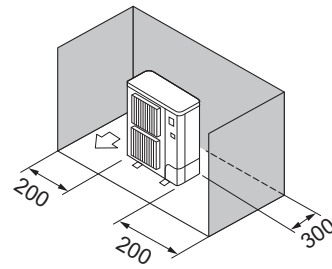

Fig. 3-7
- ③ Hindernisse nur auf der Rückseite und auf beiden Seiten (Fig. 3-7)